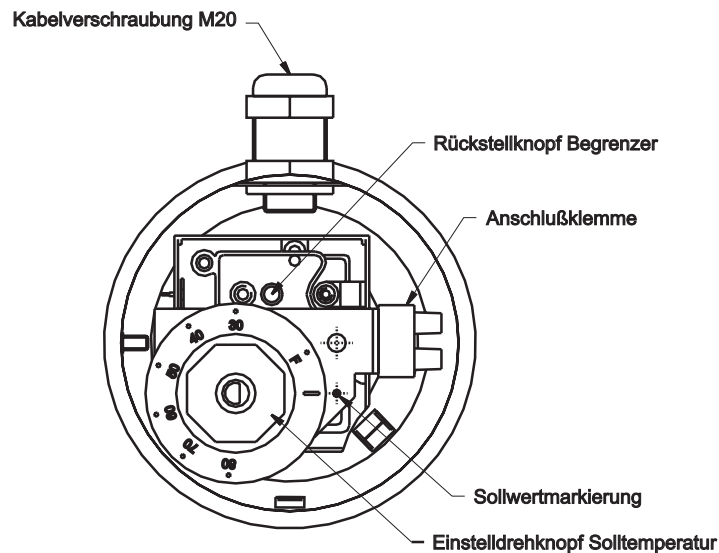

Bild 2
- Den Temperatur-Regler am Einstellknopf auf gewünschte Temperatur einstellen; T= 30°-85°C, Frostschutzstufe (F) ein bei 7°C±6K
- Der gewünschte Wert muß dabei auf die Sollwertmarkierung gerichtet sein (she Bild 2).